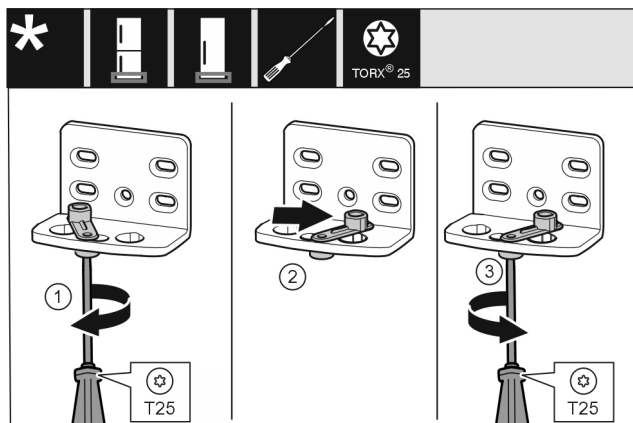

Fig. 13
- ▶ 将螺钉 Fig. 13 (1) 用螺丝刀拧紧。
- ▶ 将关门辅助装置 Fig. 13 (2) 提起并向右 90° 转入钻孔。
- ▶ 将螺钉 Fig. 13 (3) 用螺丝刀拧紧。